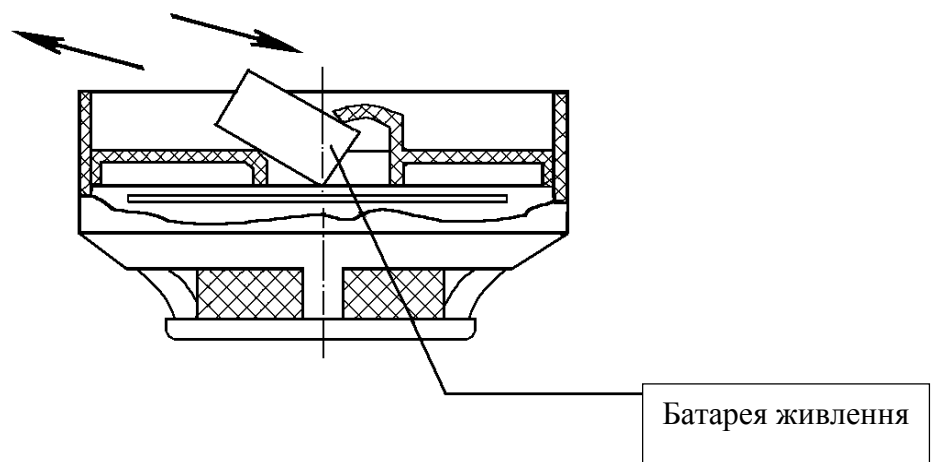

Рис. 2 Порядок встановлення батареї живлення
6.4 Дотримуючись полярності, підключити батарею живлення та встановити її в корпус головки сигналізатора згідно з Рис. 2.